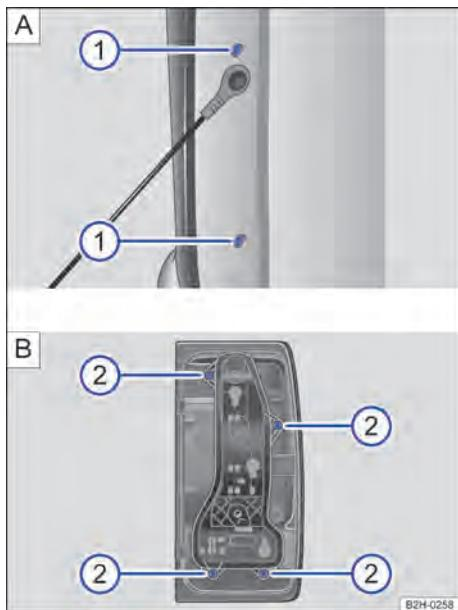

Fig. 145 **A:** lateralmente no compartimento de carga: remover a lanterna traseira. **B:** soltar o suporte da lâmpada.
→ Fig. 145 e → Fig. 146
- 3 Remover dois parafusos de cabeça Philips/Torx com a chave de fenda da ferramenta de bordo → Fig. 145 ① **A**.
- 6 Desrosquear quatro parafusos de cabeça philips com a chave de fenda da ferramenta de bordo → Fig. 145 ② **B**.
- 10 Com uma mão, segurar a lanterna traseira na posição de instalação e com a outra apertar os parafusos de fixação → Fig. 145 ② **B**.
- 13 Apertar dois parafusos de cabeça Philips/Torx com a chave de fenda da ferramenta de bordo → Fig. 145 ① **A**.